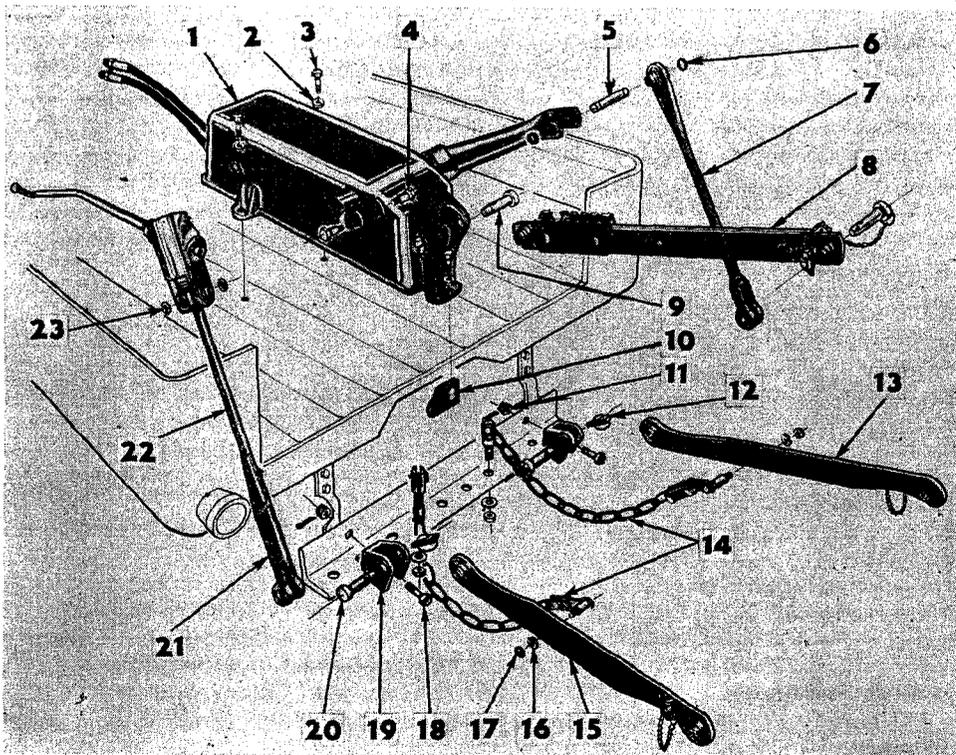

Fig. 257 Gehäuse und Hebegestänge
Zum Einbau des Hebegestänges ist das obere Ende des Ausgleichsgestänges Nr. 22 in Fig. 257, beim linken Hebearm des Gehäuses anzuhängen. Verwende dazu die beiden speziellen Federringe Nr. 23 und die beiden mit einer Schulter versehenen Bolzen Nr. 4.
Befestige die beiden Begrenzungsketten an der Zugstange. Benütze dazu die zweite in den Verbindungsstücken sich befindliche Bohrung, wie es aus Fig. 257 hervorgeht. Die in dieser Lage befestigten Begrenzungsketten verhindern während des Transportes ein Schwingen der Geräte.
3. Die unteren Hebestangen Nr. 13 und 15 in Fig. 257 können nun von Hand auf- und abwärts bewegt werden, womit geprüft werden kann, ob das Gestänge keine Berührungspunkte zulässt und ob es richtig zusammengebaut worden ist.